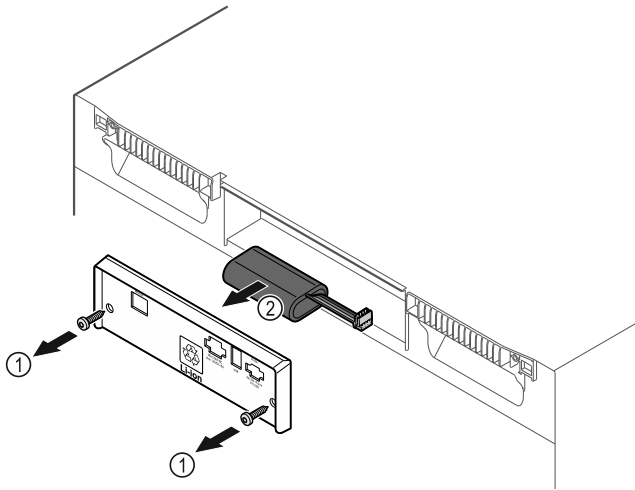

Fig. 186
- Lironi vidat dhe hiqni kapakun mbulues në anën e pasme të pajisjes Fig. 186 (1).
- Shkëputni baterinë dhe nxirreni jashtë Fig. 186 (2).